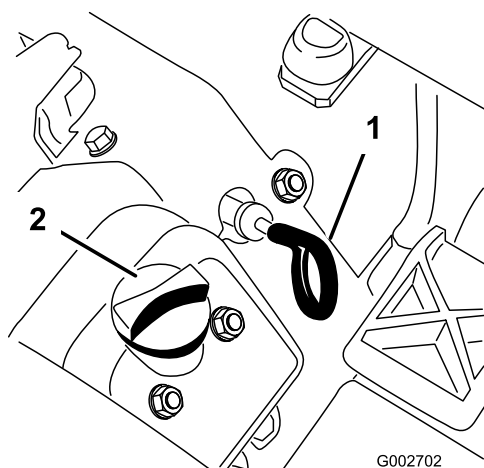

図 13
3. ディップスティック（図 13）を抜き取り、ウェスできれいに拭う。ディップスティックを、チューブの根元までもう一度しっかりと差し込む。ディップスティックを引き抜いて油量を点検する。オイルの量不足している場合は、バルブカバーについている補給口のキャップを取り、ディップスティックの FULL マークまで補給する。